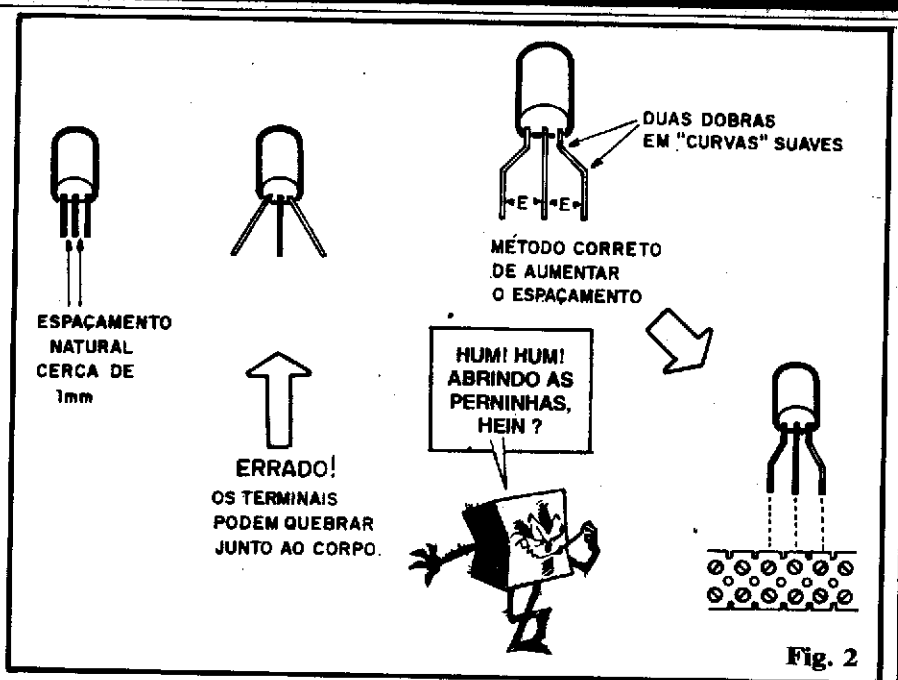

Fig. 2
- FIG. 2 - Seguindo no assunto "afastamento", vamos a um exemplo dos mais típicos: a conexão de um transistor comum, de baixa potência, à barra (muitos Leitores/"Alunos" tropeçam por aí...). Conforme mostra a figura, o espaçamento ou afastamento natural dos terminais de um transistor de pequena potência (com os da série,